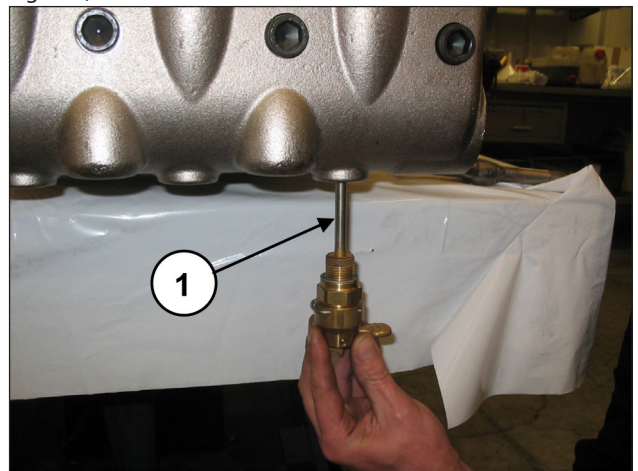
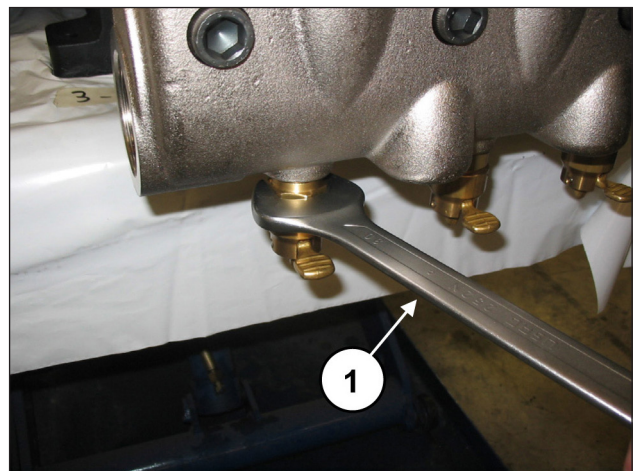

Fig. 109
Fig. 110
Serrer les vis M16x55 du couvercle à l'aide d'une clé dynamométrique, en suivant les explications du chapitre 3. Appliquer les dispositifs d'ouverture des soupapes (rep. ①, Fig. 109) et les serrer à l'aide d'une clé de 30 mm (rep. ①, Fig. 110).